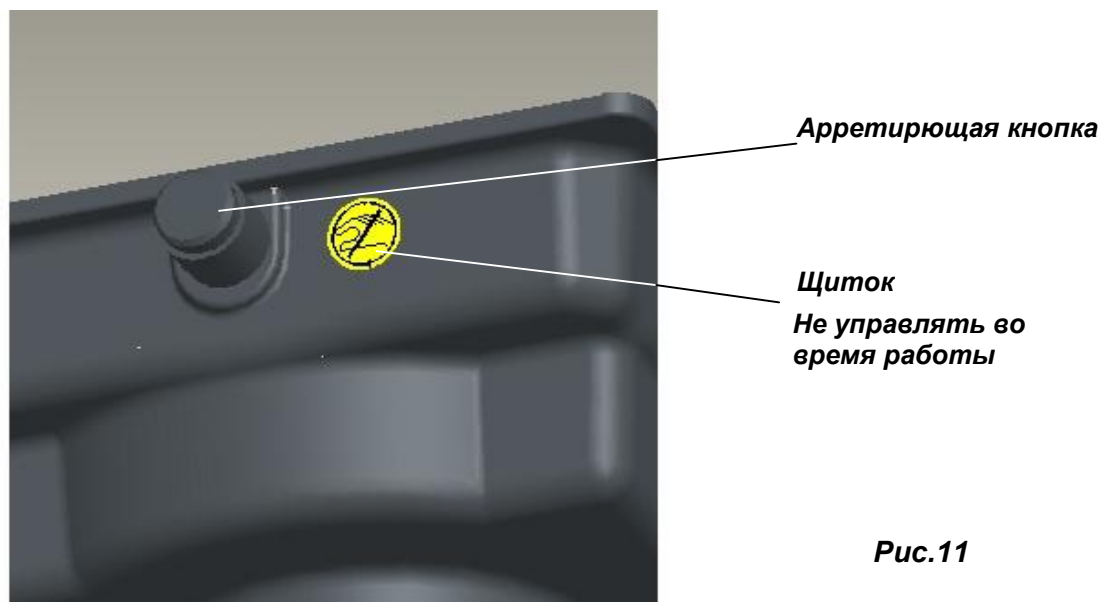

Рис.11
- Во время ручного управления необходимо нажать арретирующую кнопку рис.11. После окончания ручного управления арретирующую кнопку выключите.